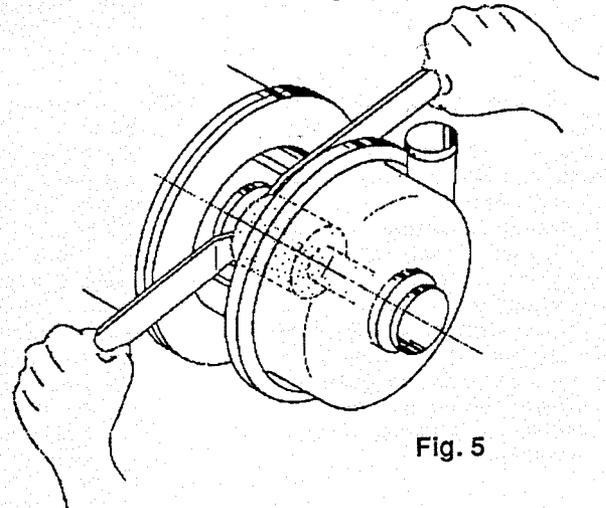

Fig. 5
4.3.8 Ved hjælp af 2 kraftige skruetrækkere placeret mellem motorflangen og muffekoblingen, Se Fig 5: presses pumpeakselen frem indtil løbehjulet støder afstandsskiven mod pumpehuset.
4.3.8 By means of 2 strong screwdrivers placed between the motor end shield and the muffcoupling, see Fig 5, the pump shaft is pressed forward until the adjusting washer is lightly trapped between impeller and body. Due to the "tight slide fit" in the muff-coupling the motor shaft is pulled forward as far as possible. Tighten the muff screws to secure the coupling on to the motor shaft. It is recommended to use a torque wrench.
4.3.8 Mit Hilfe von zwei dicken Schraubenziehern, die zwischen Motorflansch und Muffenkupplung gesteckt werden, siehe Fig 5, wird die Pumpewelle nach vorne gedrückt, bis das Laufrad die Abstandscheibe gegen das Pumpengehäuse geschoben hat.